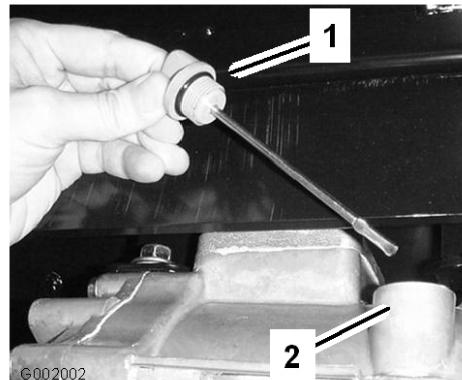

図 62
2. トランスアクスルのディップスティックを抜き、ウェスで一度きれいに拭く（図 62）。